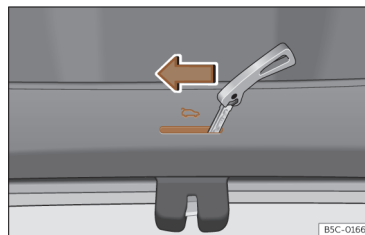
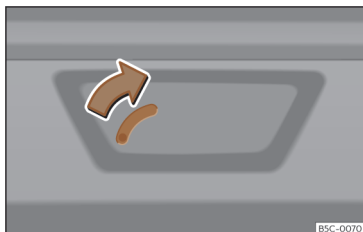

Fig. 86 Pormenor da bagageira: destrancagem de emergência (Leon).
Fig. 87 Pormenor da bagageira: destrancagem de emergência (Leon Sportstourer).
- Introduza o palhetão da chave na ranhura e desloque a chave no sentido da seta até que a fechadura desbloqueie >>> **Fig. 86**, >>> **Fig. 87**.